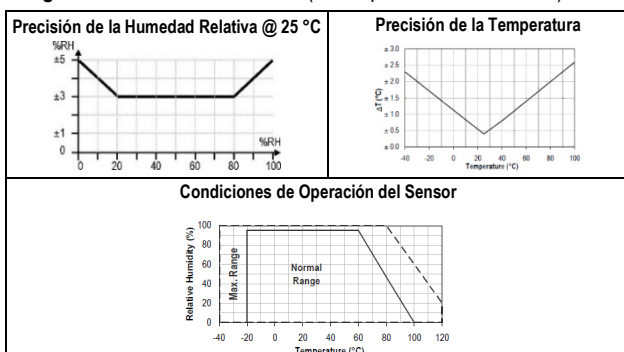

Figura 1 – Precisión en la medición de humedad y temperatura
Rango: 0 y 100 % (RH) (ver Figura 1);
Precisión: ± 3 % (típico, ver Figura 1);
Precisión: ± 0,5 °C (típico, ver Figura 1)
Rango: -20 y 100 °C (ver Figura 1)
Temperatura.....-20 a 100 °C (ver Figura 1)